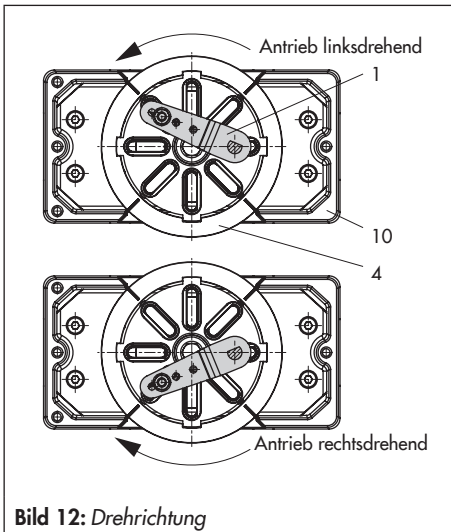

Bild 12: Drehrichtung
5. Am Hebel M (1) des Stellungsreglers den Standard-Abtaststift (2) herausschrauben. Den Abtaststift ($\varnothing 5$ mm) aus dem Anbausatz an Stiftposition 90° verschrauben.
6. Ggf. Manometerhalter (7) mit Manometern oder bei erforderlichen Anschlussgewinde $G \frac{1}{4}$ die Anschlussplatte (6) montieren, auf richtigen Sitz der beiden Dichtringe (6.1) achten. Bei doppeltwirkenden federlosen Schwenkantrieben wird ein Umkehrverstärker für den Anbau am Antrieb benötigt, vgl. Kapitel 4.6.
8. Stellungsregler auf das Gehäuse (10) setzen und festschrauben. Dabei den Hebel (1) so ausrichten, dass er unter Berücksichtigung der Drehrichtung des Antriebs mit seinem Abtaststift in den entsprechenden Schlitz eingreift (Bild 12).